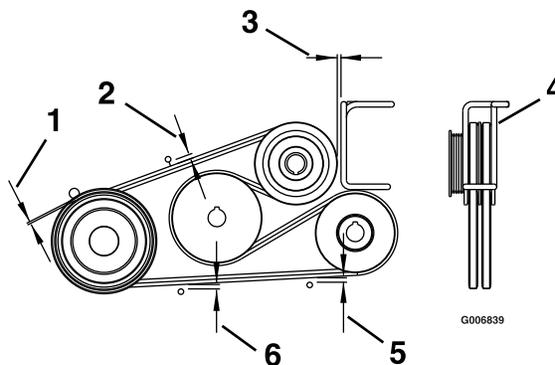

Figura 62
4. Ajuste as guias da correia como se mostra na Figura 62.